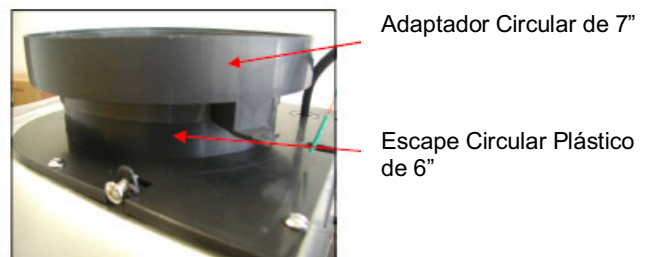

Figura 7
- 6) Para convertir la red de conductos a uno redondo de 7", coloque el adaptador redondo de 7" (proporcionado) al escape plástico redondo de 6". Consulte la Figura 7.